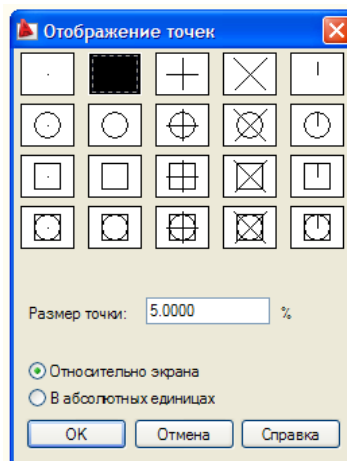

Рис. 17
5. Если Вы выберете стиль точки, как показано на рис. 17, то точек совсем не будет видно на экране, но они не исчезли, они присутствуют в чертеже до тех пор, пока Вы их сами не удалите.